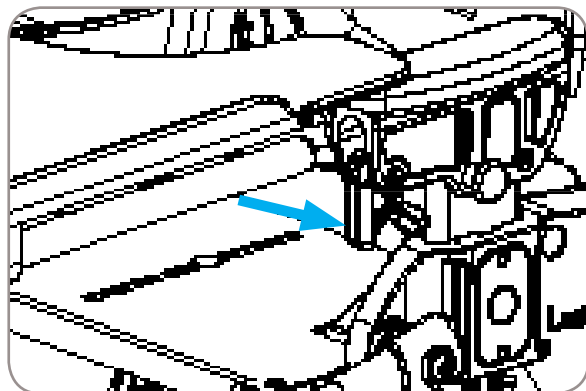

Figura 21
2. Gire las levas de la bandeja izquierda y derecha hacia abajo. Referencia Figura 21.